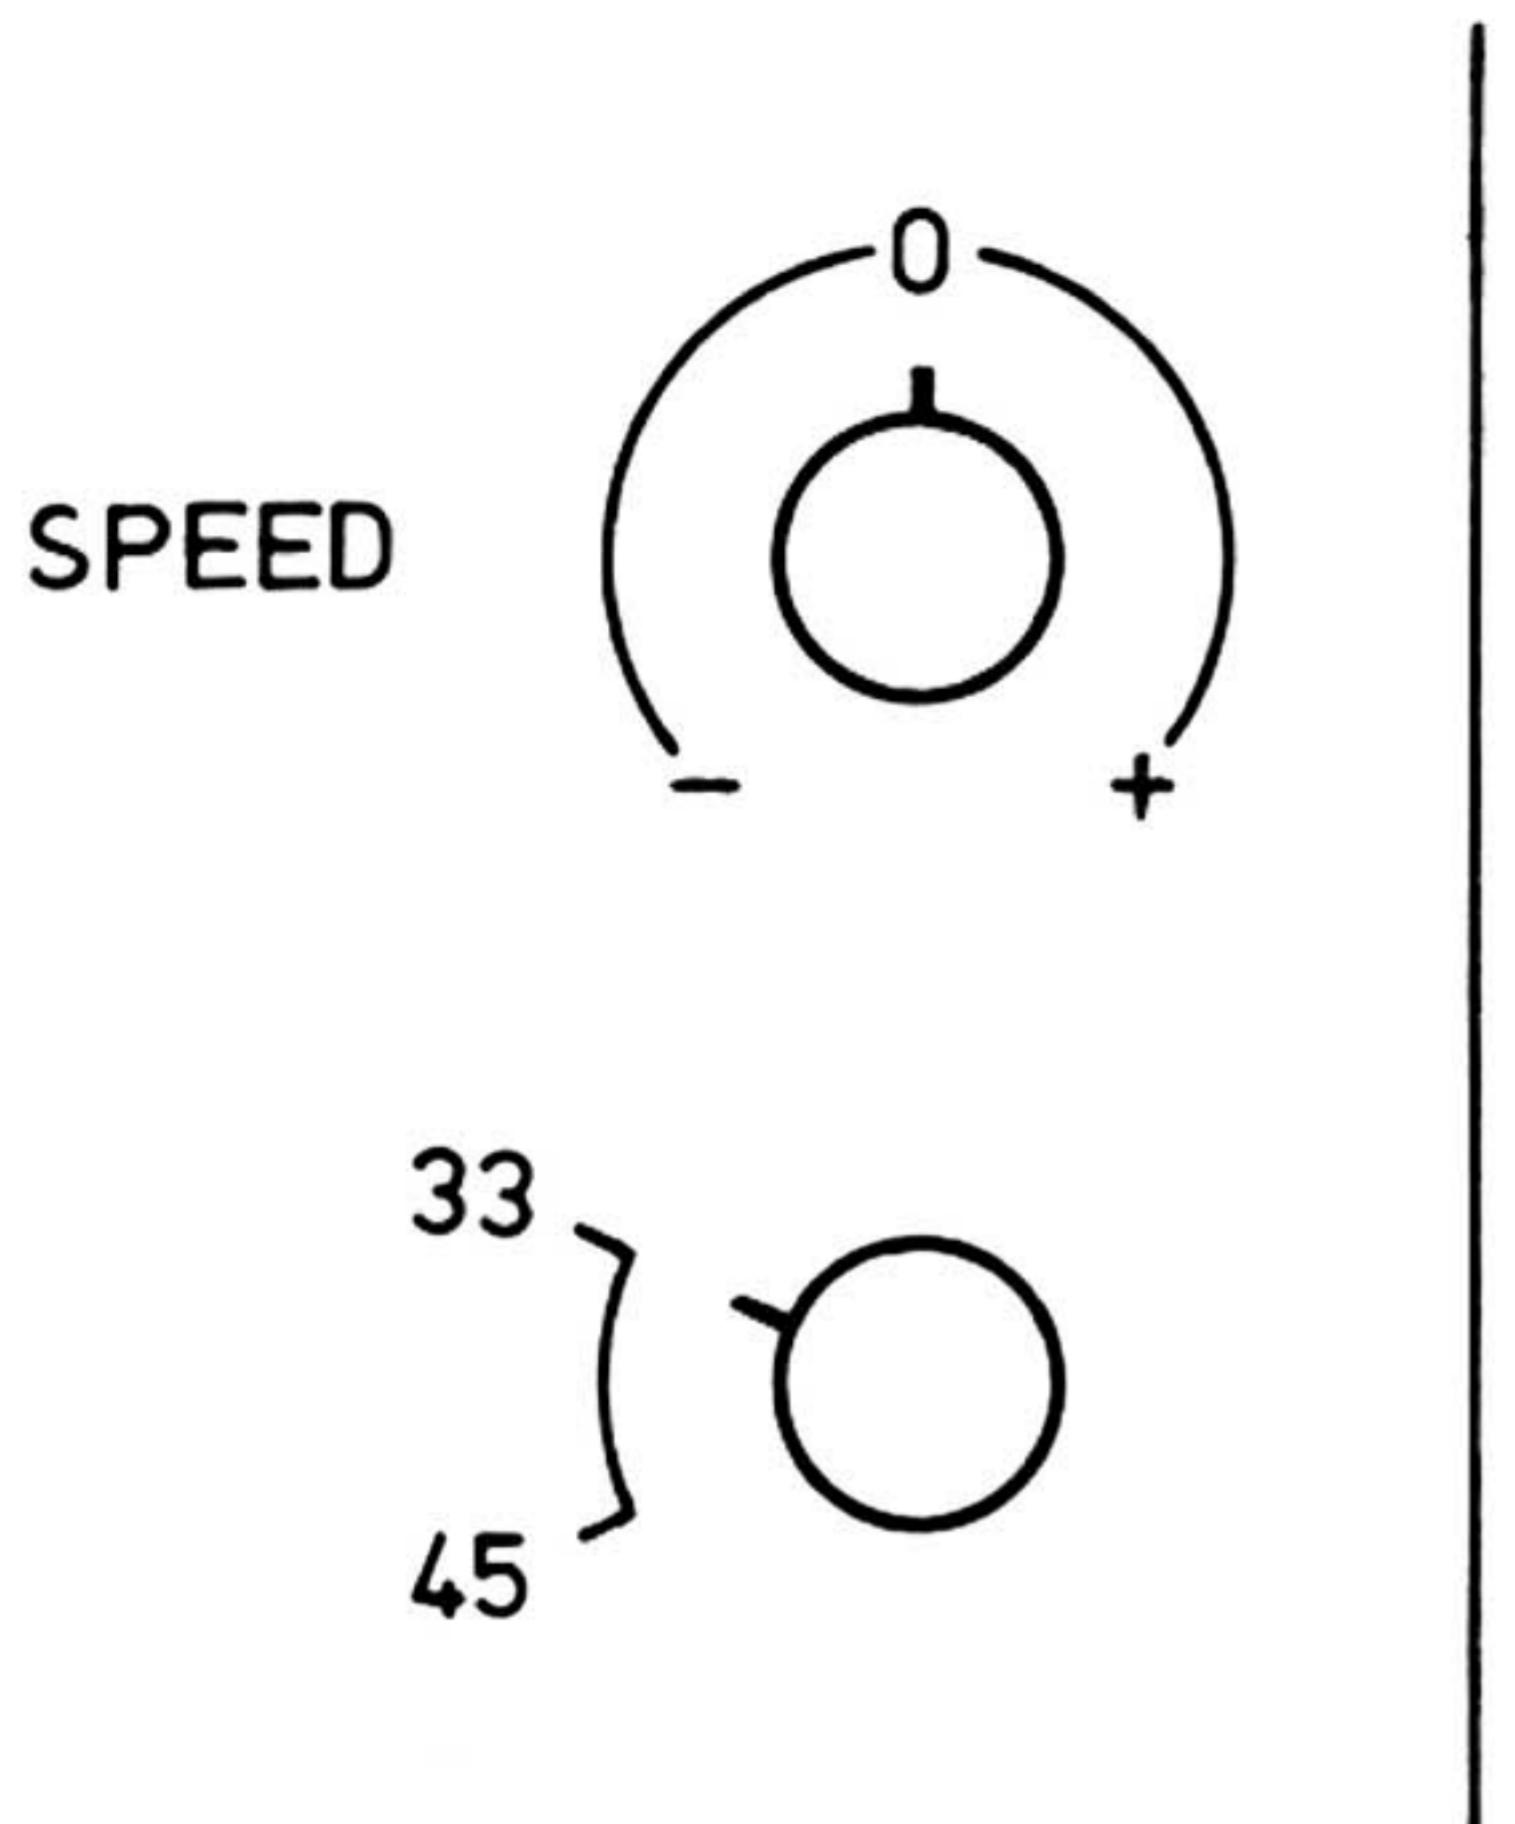

Bild 1
5. Jetzt drehen Sie das Potentiometer für die Feinregulierung P 1 auf Anschlag im Uhrzeigersinn und vergleichen Sie seine Position mit dem Bild 1.
6. Feinregulierungs-Potentiometer P 1 in die Position 0 (gemäß Bild 1) zurückdrehen. Jetzt sollen die oberen Balken auf dem Stroboskopring stillstehen. (Die oberen Balken gelten für $33\frac{1}{3}$, die unteren für $45 [\text{min.}^{-1}]$.) Wenn das nicht der Fall ist, korrigieren Sie mit Hilfe der sich unterhalb am Motor befindenden Trimm-Potentiometern die Drehzahl. Jede Drehzahl hat ein eigenes Trimm-Potentiometer.